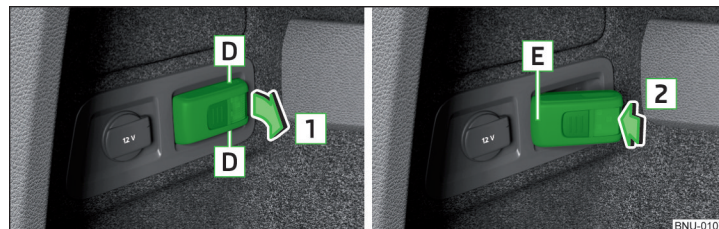

Abb. 154 Leuchte herausnehmen / Leuchte einsetzen
- Zum **Herausnehmen** die Leuchte im Bereich **D** fassen und in Pfeilrichtung **1** herausschwenken » Abb. 154.
- Zum **Einsetzen** die Leuchte zuerst mit dem hinteren Teil **E** in die Halterung einsetzen » Abb. 154 und danach die Leuchte in Pfeilrichtung **2** nachdrücken, bis diese hörbar einrastet.